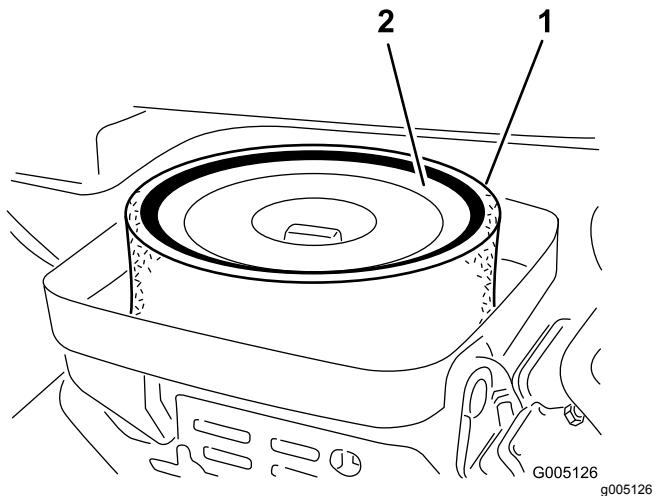

Bild 41
3. Entfernen Sie die Flügelmutter, mit der die Einsätze am Luftfiltergehäuse befestigt sind (Bild 41).
4. Nehmen Sie einen verschmutzten Schaumeinsatz vorsichtig vom Papiereinsatz ab (Bild 41). Reinigen Sie ihn gründlich wie folgt: